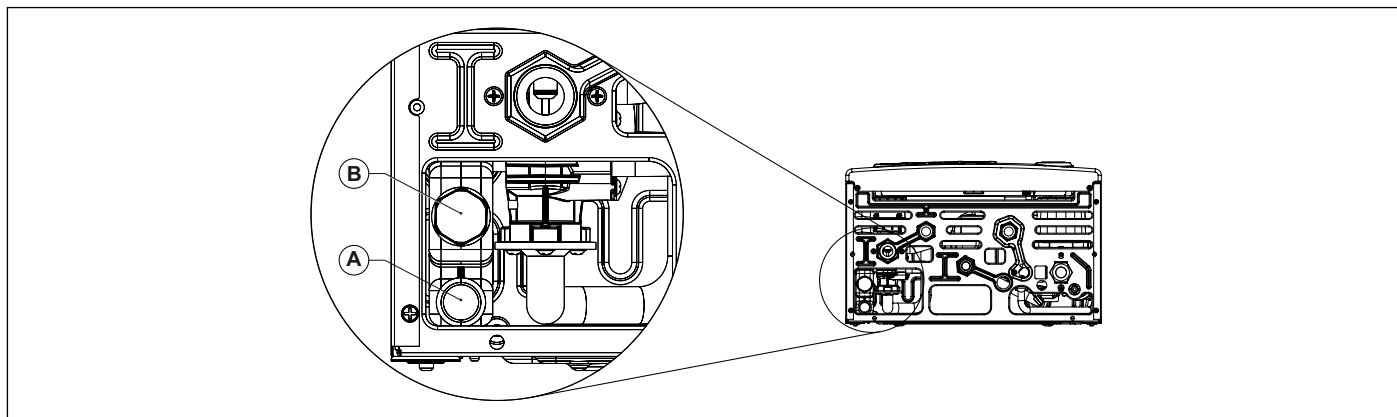

Fig. 18 Descarga condensación
El sistema de evacuación de la condensación se debe conectar a la específica conexión (A) preparada en la caldera (ver Fig. 18 Descarga condensación).